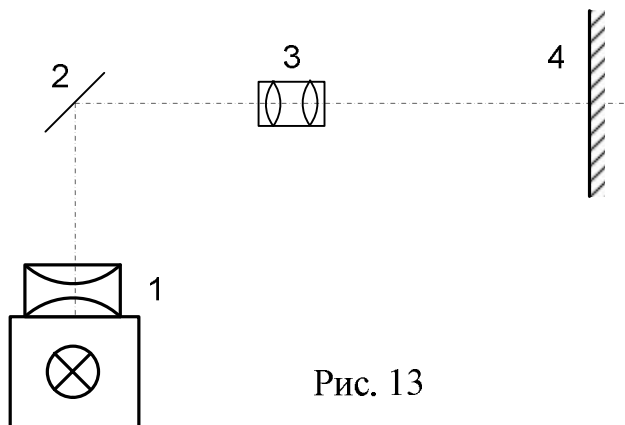

Рис. 13
1. Розташуйте на оптичній лаві проекційного апарату конденсор 1 і дротяну петлю 2 згідно зі схемою рис. 13. Об'єктив 3 закріпіть в підставці-тринозі від універсального штативу.
Поставте під петлю склянку з мильним розчином і, піднімаючи склянку, занурте всю петлю в розчин. Приберіть склянку і залиште її на столі під петлею. На петлі повинна утворитися яскраво освітлена мильна плівка (рис. 13а).
Рис. 13а